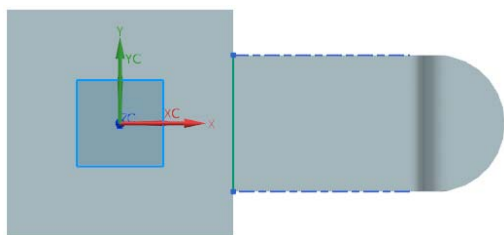

图 3-55 轮廓草图
- (3) 绘制如图 3-55 所示的轮廓。单击“完成”图标，草图绘制完毕。